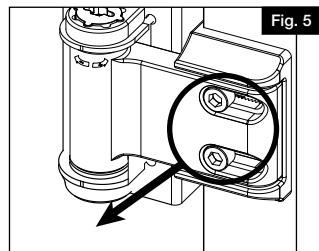

Fig. 5
- a. Con ayuda de la llave Allen, quite los dos tornillos de fijación que sujetan el brazo de oscilación a la chapa de portón (Fig. 5).
- c. Fije las chapas de portón en el montante o travesaño mediante el uso de dos tornillos de cabeza plana de 1 1/4" (3,18 cm) (Fig. 5).